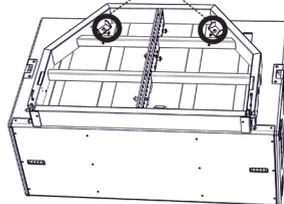

FIGURA 3 / PICTURE 3
b) Alzare le staffe a scomparsa del DRK-212 e montare il modulo VIO-L212 con i pin inferiori come mostrato in figura 3.